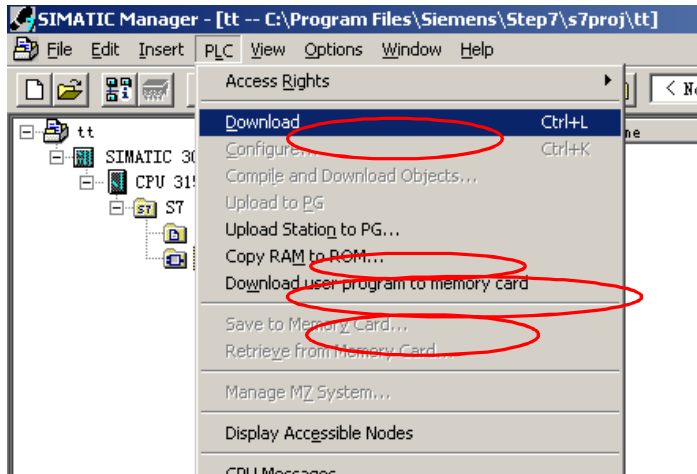

图 8—2
2. 使用 STEP7 中的“PLC > **Download User Program to Memory Card**”菜单命令将整个程序下载（如图 8—2），注意使用该指令时不能下载单个或部分程序块，只能整体下载，同时会将 MMC 卡中原来的内容清除。此方法也同样适用于 FEPRM 卡。